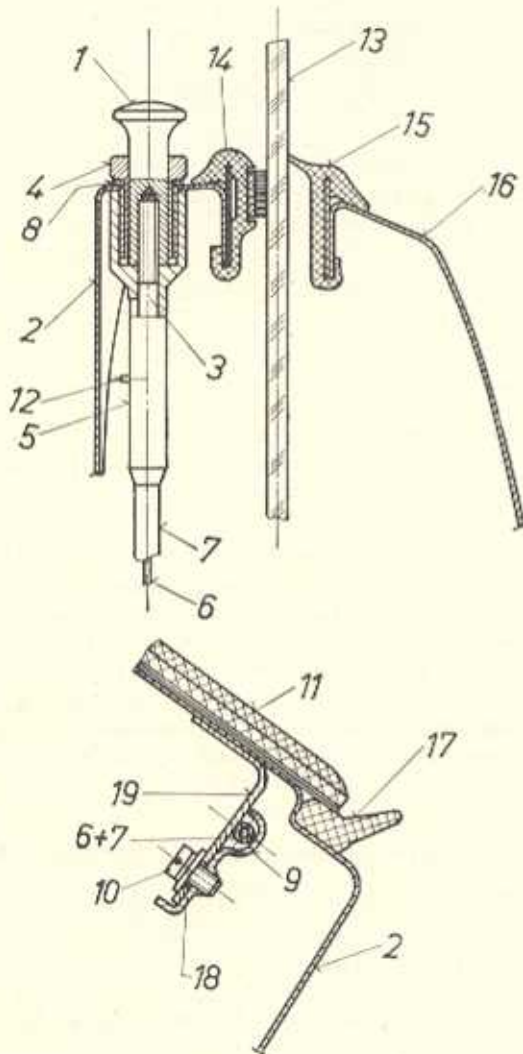

Bild K 36. Verriegelung der hinteren Tür
6.2.3.7. Türverriegelung der hinteren Tür (Bild K 36)